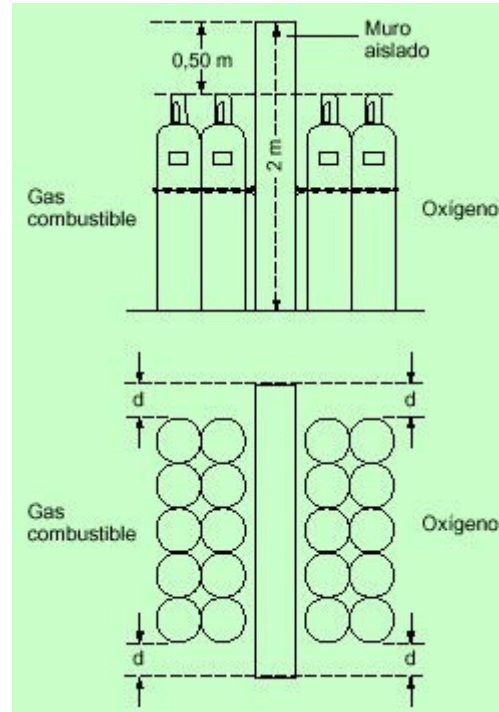

Fig. 8: Almacenamiento de botellas separadas por un muro aislado
- a. Muro aislado: la altura del muro debe ser de 2 m como mínimo y 0,5 m por encima de la parte superior de las botellas (fig. 8). Además la distancia desde el extremo de la zona de almacenamiento en sentido horizontal y la resistencia al fuego del muro es función de la clase de almacén según se puede ver en la Tabla 4.